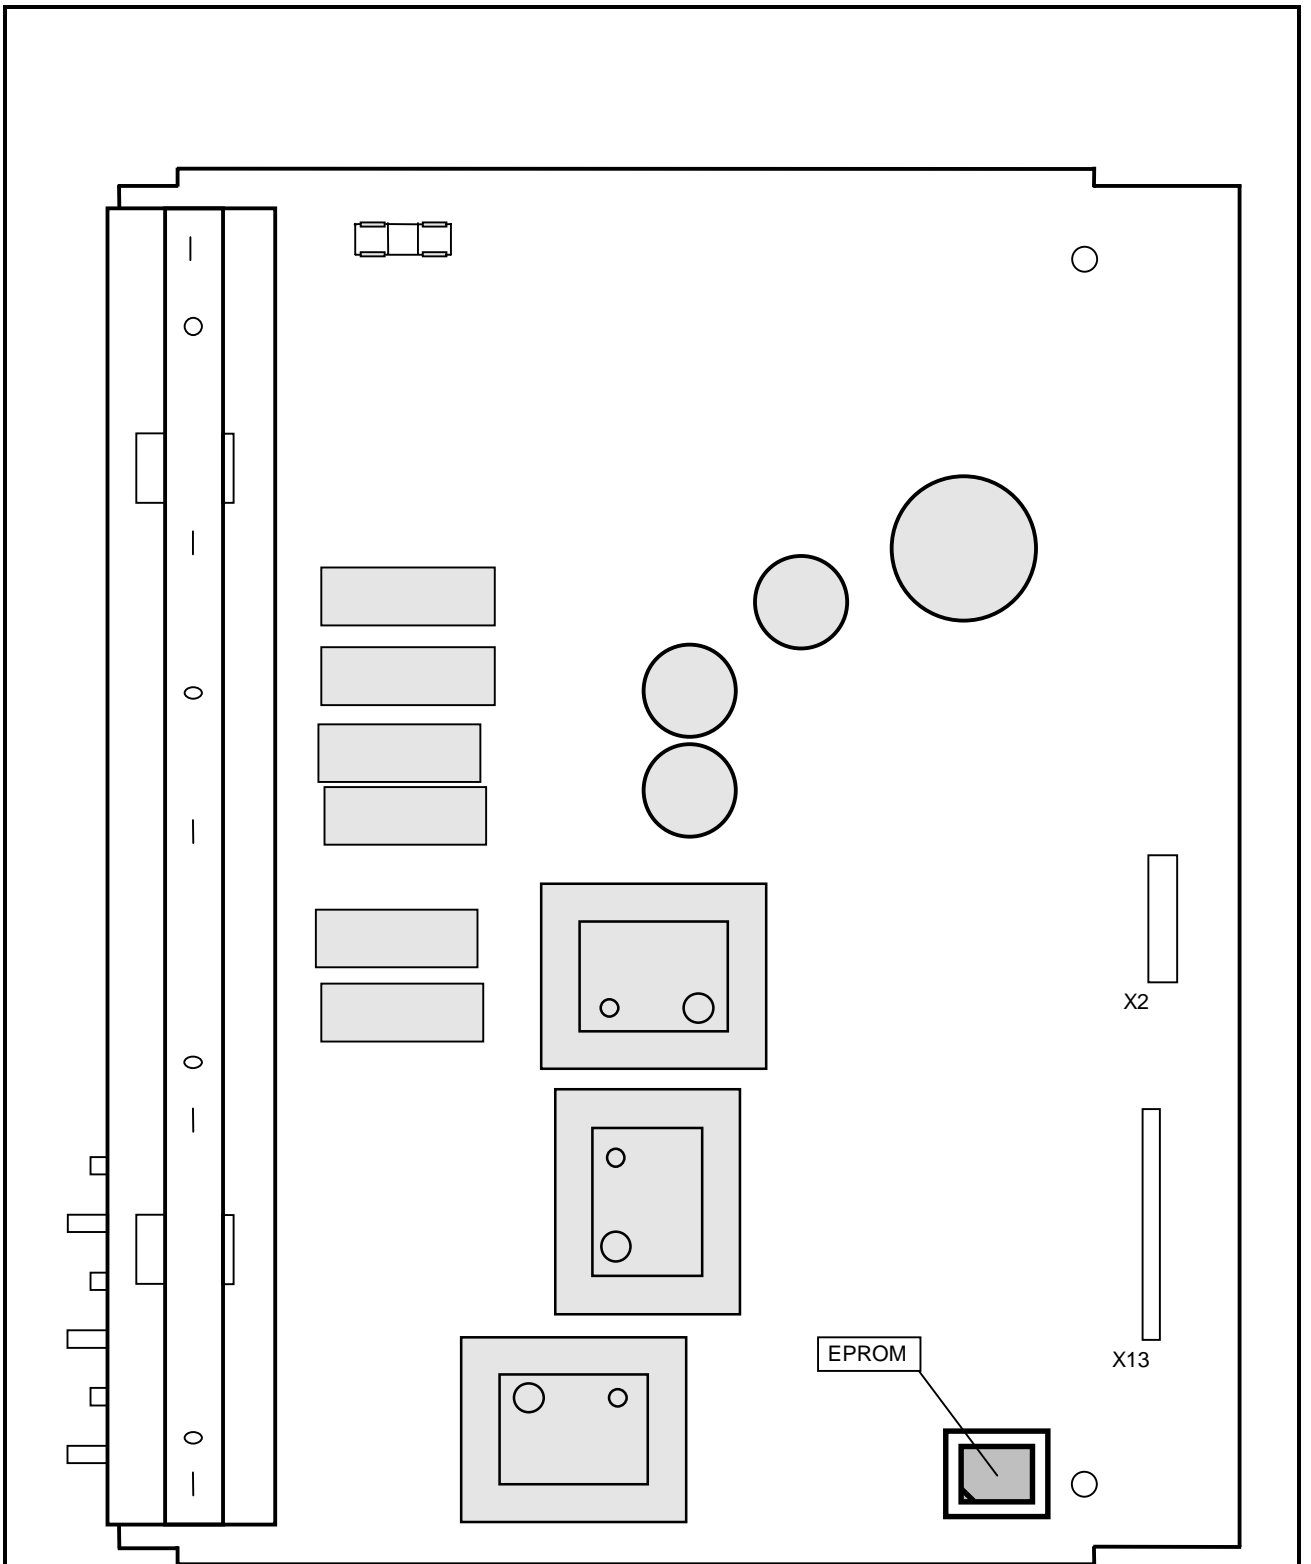

Bild 2: 7SJ600/1, LES-Leiterplatte, Bauelementeseite und Lage des EPROM
12. Das auszutauschende EPROM befindet jetzt sich auf der Bauteilseite der Platine rechts unten (Lage siehe Bild 2, Seite 7).